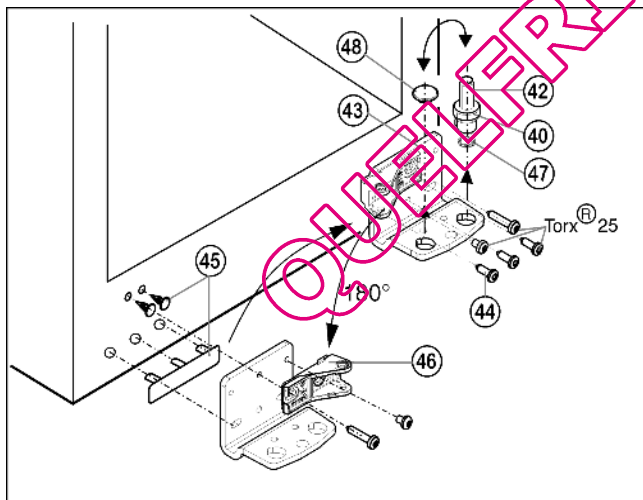

Fig. 13
- ▶ Retirer le pivot Fig. 13 (42) complètement, avec le disque Fig. 13 (40) et le pied réglable Fig. 13 (47) par le haut.
- ▶ Enlever le bouchon Fig. 13 (48).
- ▶ Dévisser le support d'appui Fig. 13 (43).
- ▶ Soulever le cache côté poignée Fig. 13 (45) avec précaution et le positionner sur le côté opposé.
- ▶ Revisser à fond (avec un couple de serrage de 4 Nm) le support d'appui inférieur Fig. 13 (43) sur le nouveau côté de la charnière, si nécessaire à l'aide d'une visseuse sans fil.
- ▶ Dévisser l'élément pivotant Fig. 13 (46) et le revisser à l'intérieur tourné de 180°, toujours visser les vis longues dans le trou longitudinal.
- ▶ Remplacer le bouchon Fig. 13 (48) dans l'autre trou.
- ▶ Remplacer le pivot Fig. 13 (42) avec la plaque et le pied réglable. Faire attention à ce que les ergots d'encliquetage soient tournés vers l'arrière.
- ▶ Placer la porte par le haut sur le pivot inférieur Fig. 13 (42).
- ▶ Aligner éventuellement la porte à la carrosserie de l'appareil grâce aux trous longitudinaux dans le support d'appui en bas Fig. 13 (43). Pour cela, dévisser la vis centrale.